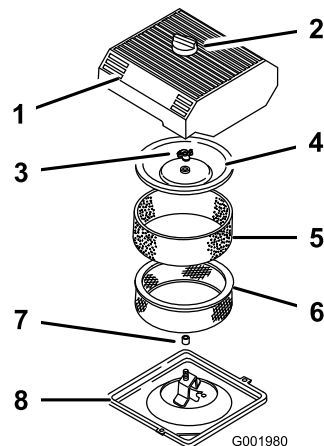

图37
3. 清洁空气滤清器的周围，防止灰尘进入发动机并导致损害（图37）。
4. 松开空气滤清器盖上的旋钮，取下滤清器盖（图37）。
5. 小心将泡沫滤芯滑出纸质滤芯（图37）。
6. 拧下护罩螺母，取下护罩和纸质滤芯（图37）。
1. 小心将泡沫滤芯滑落到纸质空气滤清器滤芯上（图37）。
3. 安装护罩螺母，用手指拧紧护罩（图37）。
4. 安装空气滤清器盖和旋钮（图37）。